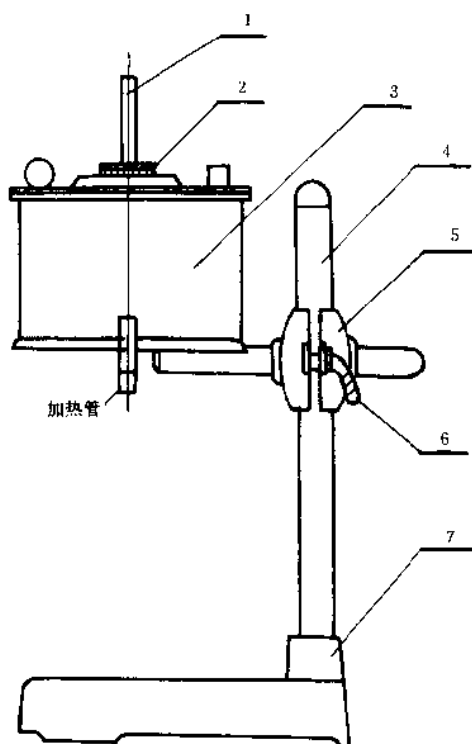

图1 沥青粘度计
4.1 沥青粘度计：由如下附件组成，见图1。
5.3 将保温槽装在可以调节高低的立柱支架上，如图1所示。槽内注入水，用煤气灯或酒精灯加热铜管，搅拌均匀，保持水温在 $t \pm 0.5^\circ\text{C}$ 之间。